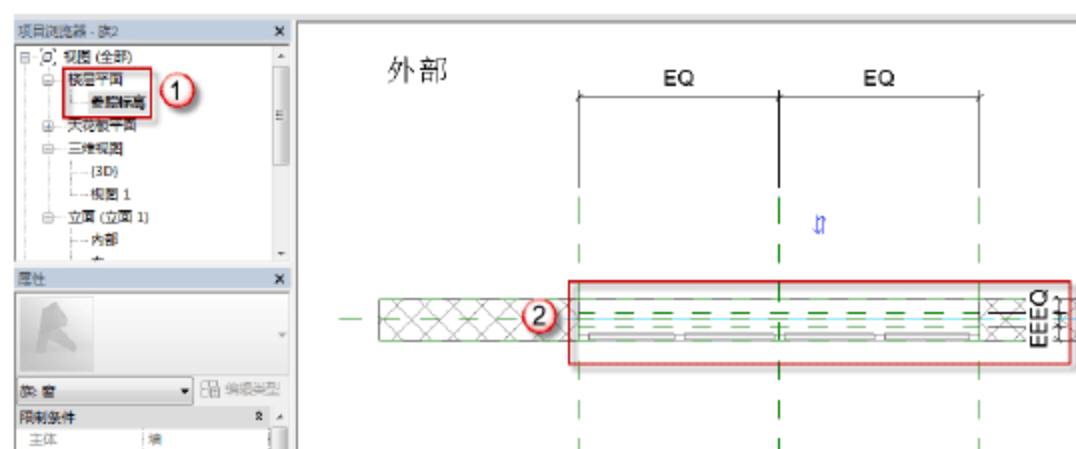
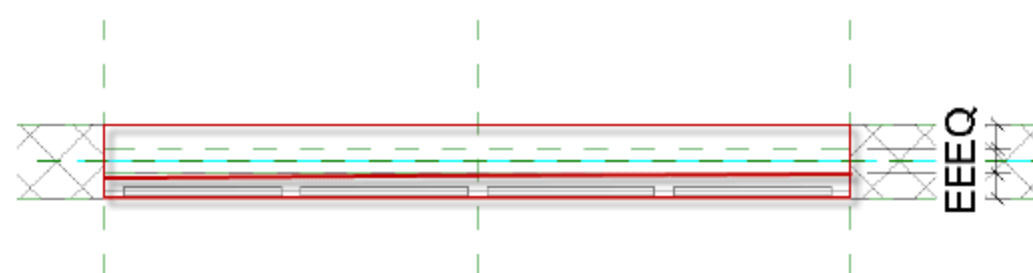

图 7.1.61 辅助线标注
图 7.1.62 绘制 C2925 的平面轮廓线
(14) 绘制 C2925 的平面轮廓线。选择“项目浏览器”中的“楼层平面”→“参照标高”选项，进入窗的参照标高视图。按快捷键 R+P，作出墙体和窗的宽边辅助线，并标注且将标注锁定，如图 7.1.61 所示。选择“注释”→“符号线”命令，绘制如图 7.1.62 的平面轮廓线。